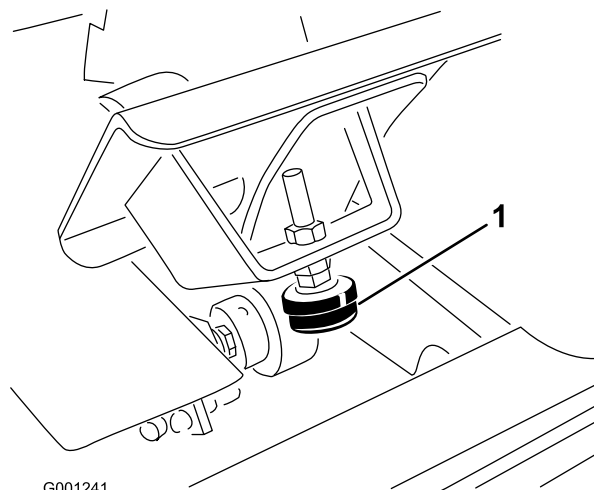

Figura 67
1. Controllate la regolazione dell'arresto del pedale della trazione. L'arresto del pedale (Figura 67) deve sfiorare il telaio prima che la pompa raggiunga la fine corsa.